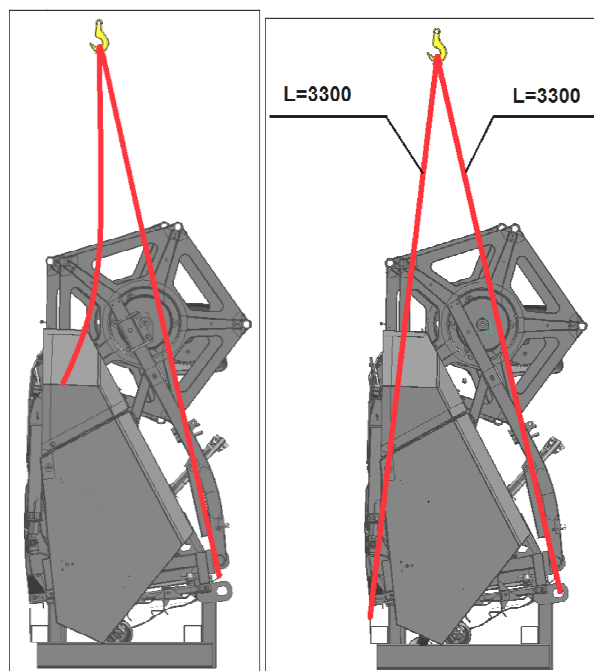

Рисунок 8.16
- 1) Отсоединить стропы разных длин, затем установить стропы одинаковых длин 3300 мм в петли рамки (см. рисунок 8.16).